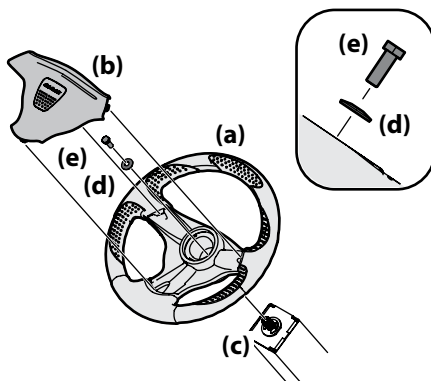

Figura 2-7
- Retire los elementos de ferretería para fijar el volante (a) que están debajo de la tapa del volante (b). Extraiga con cuidado la cubierta del volante (b) mediante palanca para retirar los elementos de ferretería. Vea la Figura 2-7.